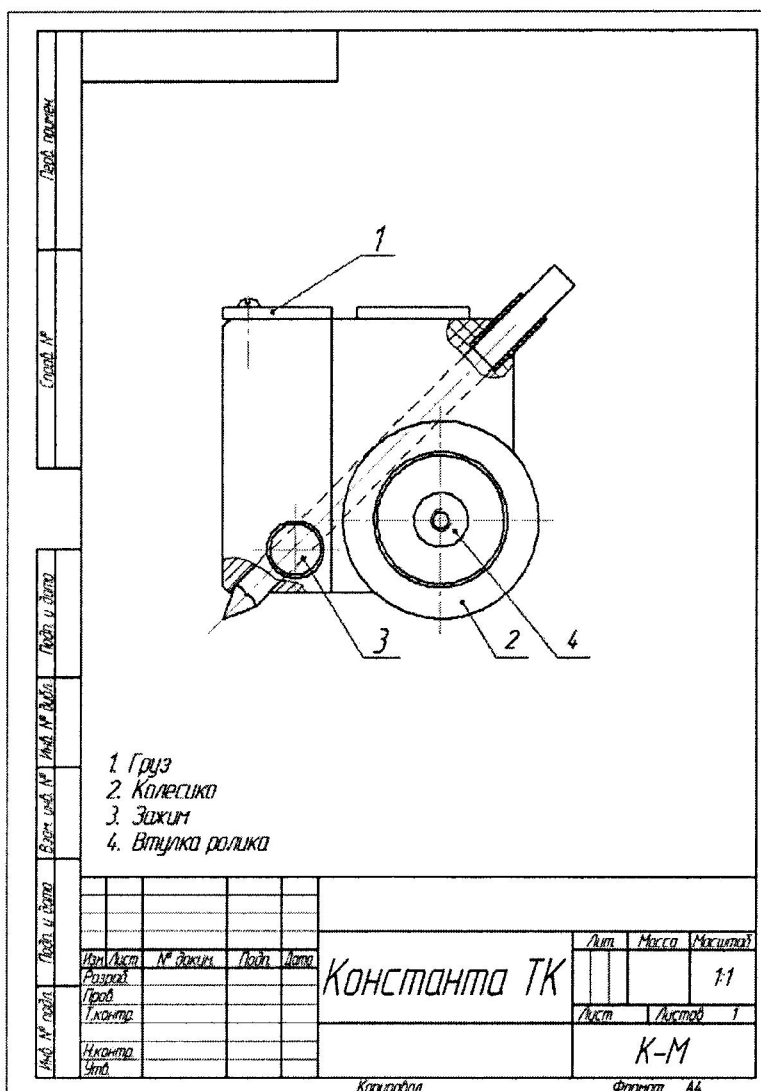

Рисунок 1
10.3.3. Вставить карандаш в прибор, грифель должен упираться в поверхность покрытия. С помощью уровня, входящего в комплект, отрегулировать прибор в горизонтальной плоскости и зажимом (поз. 3 рис. 1) зафиксировать карандаш.
10.3.4. Установить прибор на пластинку для испытаний и, держа за втулки роликов (поз. 4 рис. 1), продвинуть вперед примерно на 6-12 мм. Ход колесиков должен быть плавным, без заеданий.
10.4.1.6. Для измерения нагрузки в соответствии с ГОСТ Р 54586-2011 необходимо снять груз (поз. 1 рис. 1) с прибора, для измерения нагрузки в соответствии с ISO 15184:2012 и ASTM D 3363 необходимо с помощью 2-х винтов закрепить груз (поз. 1 рис. 1) на приборе.